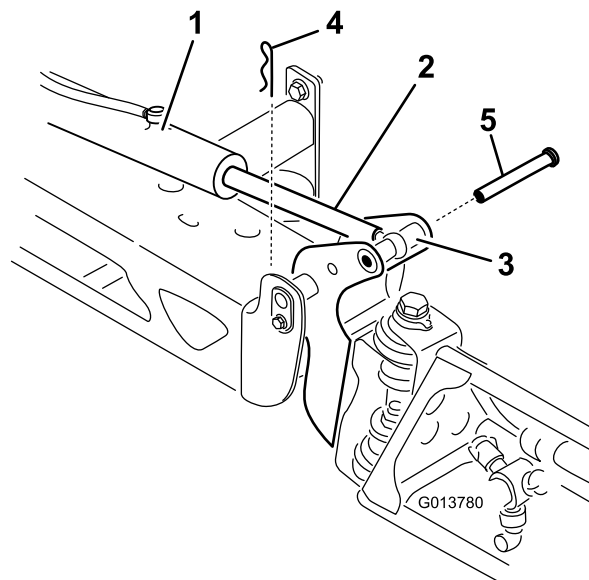

Figura 69
2. Îndepărtați tiftul în formă de agrafă de la tiftul cu cap și gaură pentru cui spintecat (Figura 69).
3. Ridicați seciunea, îndepărtați tiftul cu cap și gaură pentru cui spintecat și coborâți încet seciunea la sol (Figura 69).
7. În timp ce susțineți seciunea de pulverizare, introduceți tiftul cu cap și gaură pentru cui spintecat prin pivotul braului și tijă dispozitivului de acționare (Figura 69).